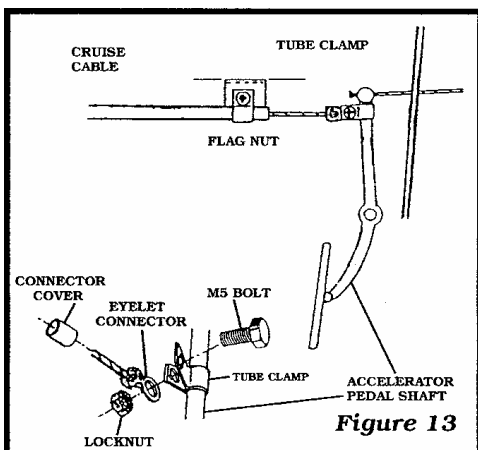

Figure 13
4. 用M5 螺絲穿過鞍型管夾及末端連接環的圓孔，再用螺帽鎖緊。（Figure 13）